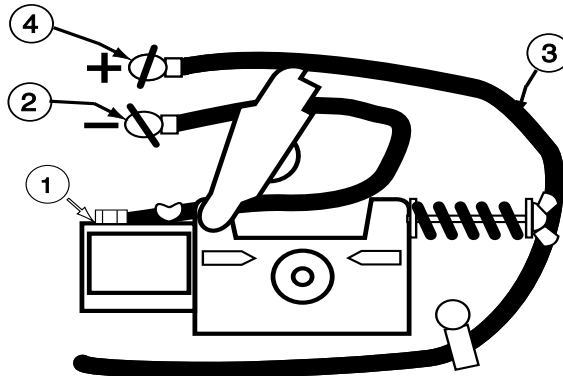

FIGURA 3
5. **Sólo para Innershield:** Véase la Figura 3. Para conectar a una polaridad negativa (necesaria para el proceso Innershield), conecte el cable corto adjunto al bloque conector (1) en la terminal (2) de salida negativa (-) y el cable de trabajo (3) a la terminal (4) positiva (+).